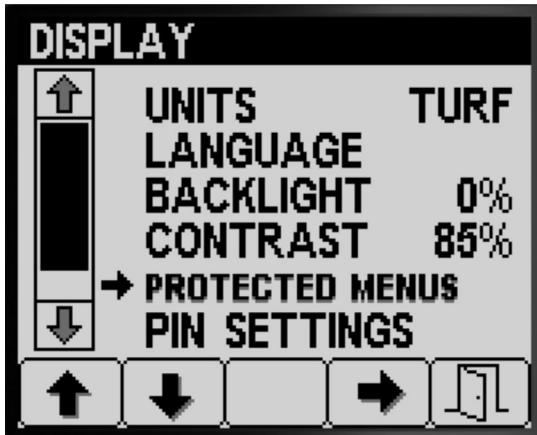

Figura 21
- Premete il pulsante 1 o 2 per navigare fino all'opzione MENU PROTETTI (Figura 21).
- Premete il pulsante 4 per selezionare la voce MENU PROTETTI (Figura 21).